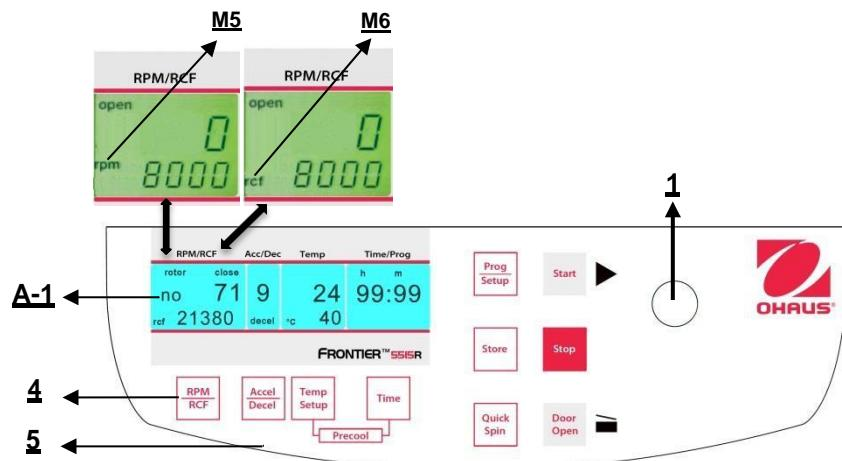

Figura 16
Questa preselezione è attivata mediante il tasto **"RPM | RCF"** (4) (fare riferimento alla figura 16 qui di seguito). Premendo una volta il tasto, la parola **"rpm"** (M5) lampeggi. Premendo due volte il tasto, è possibile selezionare la preselezione delle forze centrifughe. Poi compare la parola **"rcf"** (M6) lampeggiante. È possibile impostare i valori desiderati mediante la manopola di regolazione (1). Nel display (A-1), il valore regolato è visualizzato in permanenza, prima, durante e dopo il funzionamento.